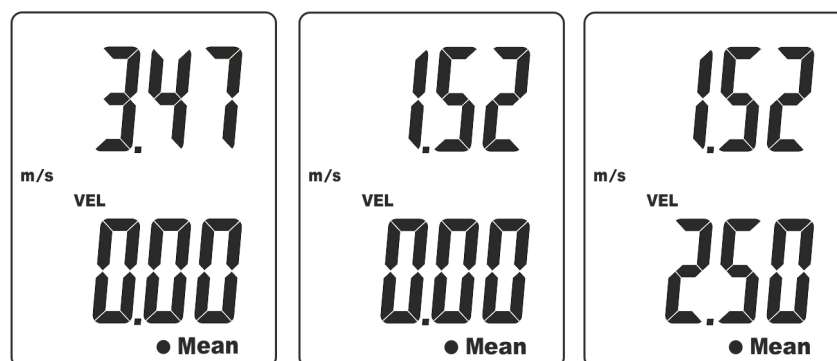

Abb. 7: Berechnung des durchschnittlichen Werts der Geschwindigkeit per Punkte
6. Führen Sie die erste Messung der Luftgeschwindigkeit durch, wie im § 5.1 angegeben, und drücken Sie die Taste **ENT**. Der Wert des ersten Punktes wird im Hauptdisplay angezeigt, und das sekundäre Display wird automatisch auf Null gestellt (siehe Fig. 7 – linke Seite).
7. Führen Sie die zweite Messung der Luftgeschwindigkeit durch, wie im § 5.1 angegeben, und drücken Sie die Taste **ENT**. Der Wert des zweiten Punktes wird im Hauptdisplay angezeigt, und das sekundäre Display wird automatisch auf Null gestellt (siehe Fig. 7 – Mitte).
8. Führen Sie eventuelle andere Luftgeschwindigkeitsmessungen mit derselben Methode durch, am Ende drücken Sie die Taste **MEAN**. Die Symbole “•” und “Mean” blinken im Display und der Wert des arithmetischen Durchschnitts wird im sekundären Display angezeigt (siehe Fig. 7 – rechte Seite)